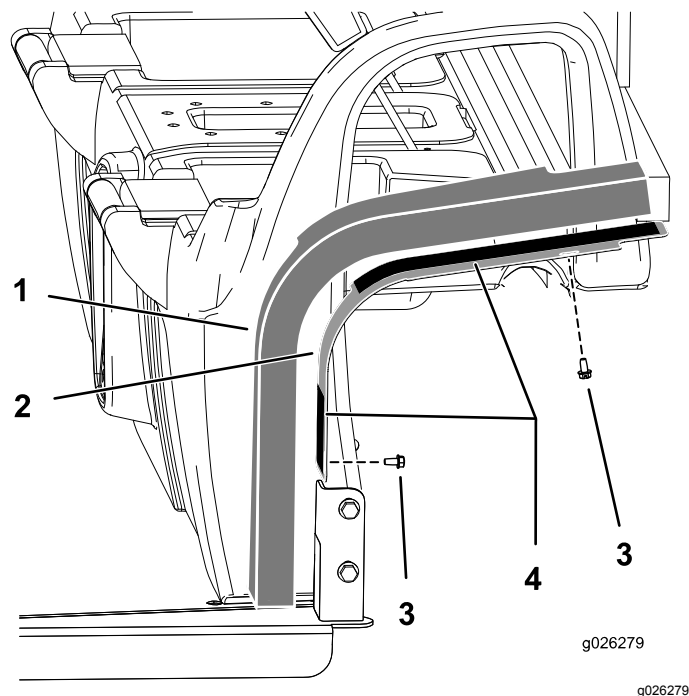

Figura 7
1. Fissate le piastre di montaggio sulla cabina utilizzando 4 bulloni (1/4") come mostrato in Figura 7.
3. Rimuovete la carta dal nastro biadesivo sulle piastre di montaggio (Figura 7).
4. Installate i pannelli in schiuma sul gruppo (Figura 7).